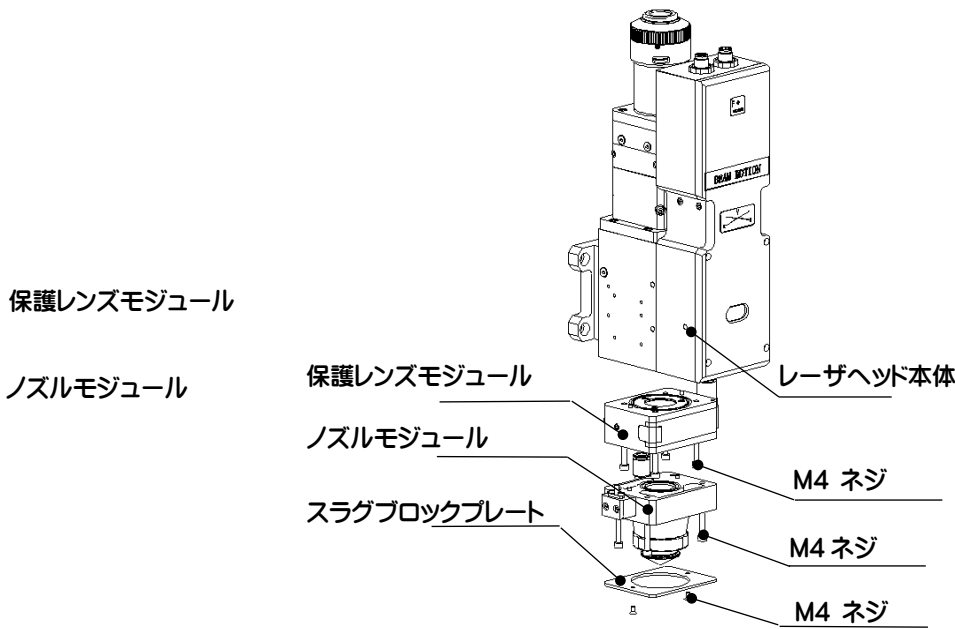

図 6.5 - 保護レンズとノズル部品の取り外し
- レーザヘッドを水平に置きます。図 6.5 に示すように、固定ネジを下から上に取り外します。